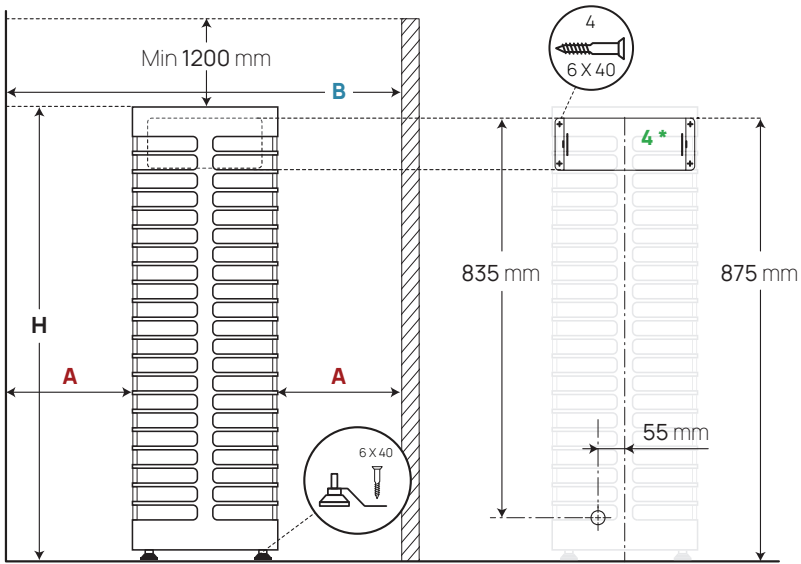

Abbildung 1 Platzierung des Saunaofens
- Überprüfen Sie, ob an der Einbaustelle des Saunaofens die minimalen Sicherheitsabstände eingehalten worden sind? Die minimalen Sicherheitsabstände der Decke der Schwitzstube und der Wände finden sie in der **Tabelle 1** und in der **Abbildung 1**.
- Die **Modelle HUUM STEEL 6, 9 und 11** werden mit den mitgelieferten Halterungen am Boden befestigt. Montieren Sie die Halterung wie in der Abbildung 1 gezeigt am Fuß des Saunaofens und befestigen Sie sie es mit einer für Ihren Fußboden entsprechenden Schraube (zu empfehlen mindestens 6 x 40 mm).
- **Der HUUM STEEL Mini 4** Saunaofen ist an die Wand des Saunaraumes mit Hilfe der in der Verpackung mitgelieferten Wandmontageplatte befestigt. Siehe **Abbildung 1**.